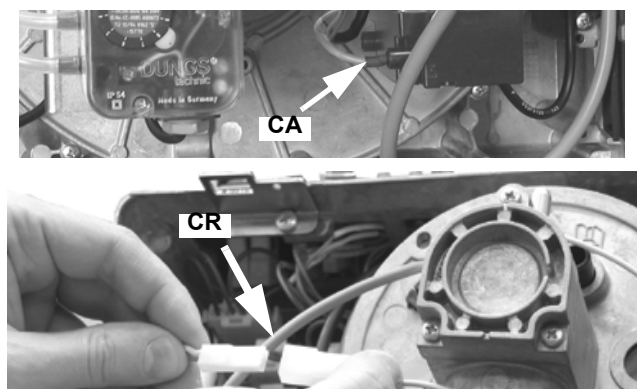

Рис. 49
- 3 Отсоединить кабель запального электрода **CA** от трансформатора (Рис. 49)
- 4 Отсоединить соединительный разъем **CR** от печатной платы (Рис. 49)